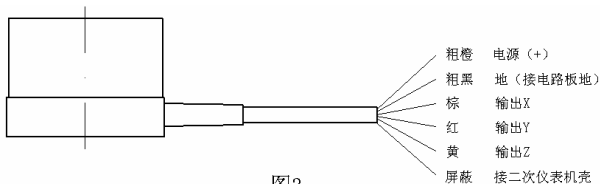

图3
3. 三轴向 LC0707、LC0709（外形不同，接线相同）接线如图 3: